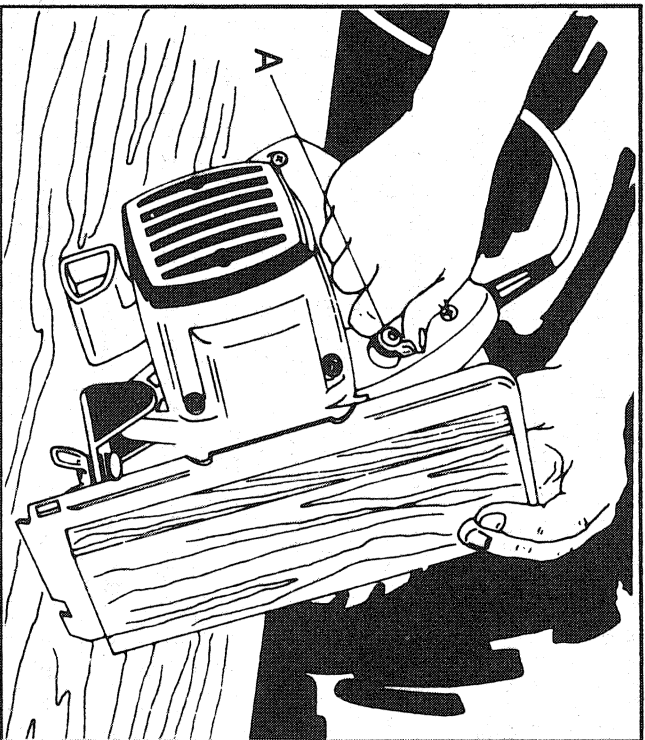

FIGURE 3
2. Placer la scie de la façon illustrée à la figure 3 et desserrer l'écrou à oreilles (A) du dispositif de réglage de la profondeur de coupe.
3. Placer un morceau de bois quelconque à couper contre la lame de la façon illustrée. Relever ou abaisser le patin de la scie jusqu'à ce que la lame dépasse du patin à la distance voulue. Resserrer à fond l'écrou à oreilles (A).